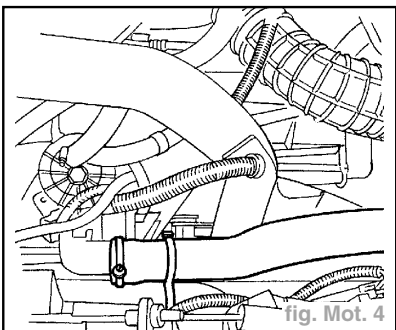

fig. Mot. 4
- Desserrer le collier et désolidariser la durit de retour du liquide de refroidissement du réchauffeur de gazole pour radiateur (fig. Mot. 4).